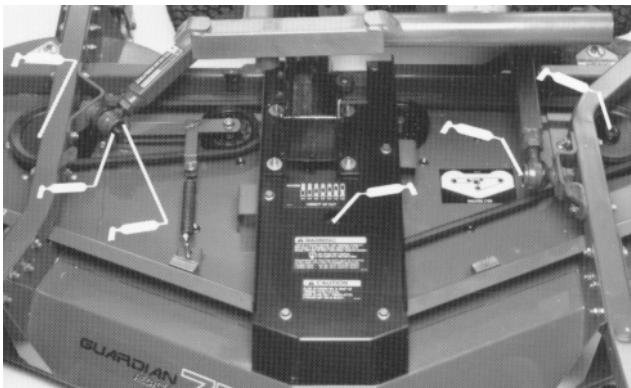

Fig. 16
- knivspindellagren (fig. 16)
- mellandrevsarmens vridfäste (fig. 16)
- höger och vänster skjutarmskulled (fig. 16).